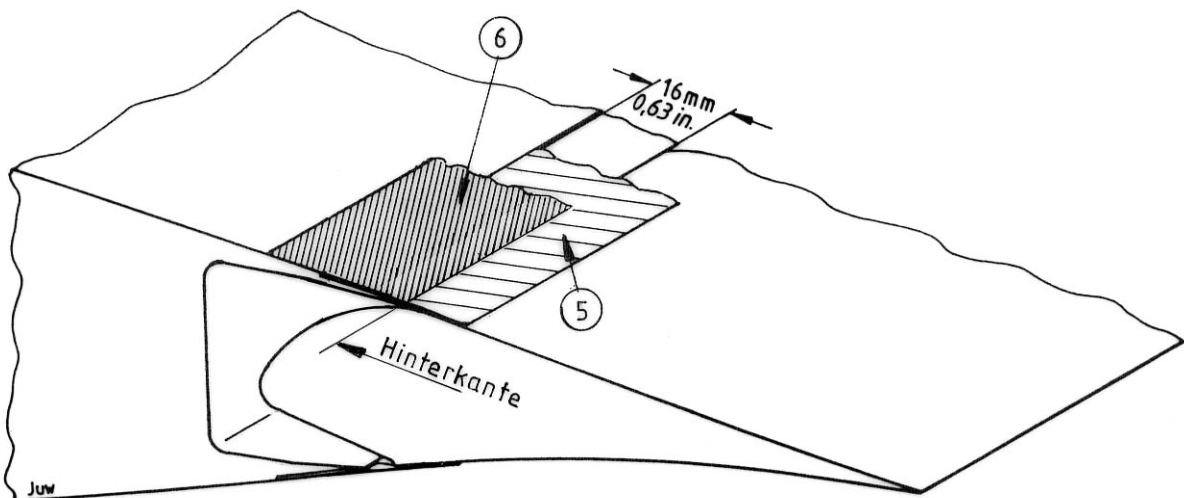

FIG. 4 Flügel-Oberseite
5.1 Falls noch nicht vorhanden, muß zuerst auf der Flügeloberseite, wie in Fig. 4 dargestellt, eine Stufe eingelassen werden, indem die Lackschicht bis zur äußeren GFK-Lage vorsichtig abgetragen wird [ca. 0,5 mm tief].
- 5.3 Nach dem Reinigen der Oberfläche der Stufe [siehe Hinweis unter Pkt. 3.] vom Abdeckband (5) die Schutzfolie abziehen und das Abdeckband mit seinem Selbstklebefilm über die ganze Spannweite des Querruders bzw. der Wölbklappe bündig auf die tiefergelegte Stufe des Flügels kleben (Fig. 4). Beim Aufkleben ist das Abdeckband immer unter Spannung [ca. 10 kg] zu halten.
- 5.4 Das Schutzklebeband (6) [Tesafilem Nr. 104, weiß, 25 mm breit] über die Vorderkante des Abdeckbandes (5) und der Stufe am Flügel kleben (Fig. 4).